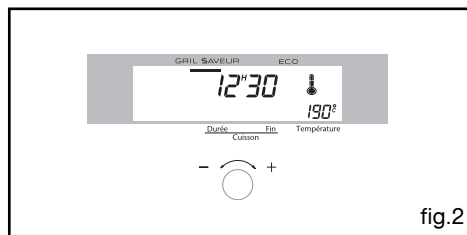

fig.2
- Après ces 3 actions, le feu de chauffe et une barre horizontale dans l'afficheur sous le texte "GRIL SAVEUR" s'allument, vous indiquant que la fonction est en service (fig.2).